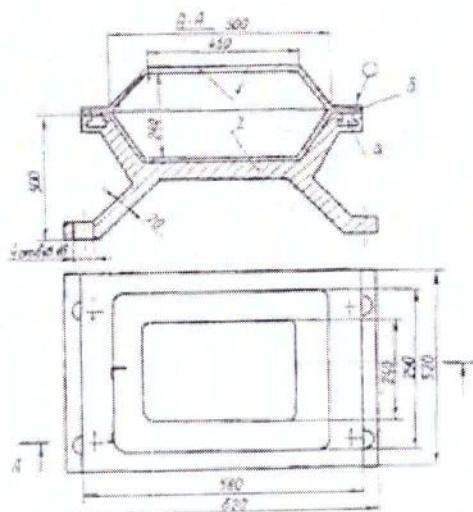

Рис. 9. Учебный узел 9
5. Произвести сварку двух половинок емкости 1 непрерывным герметичным швом (производство – массовое), рис. 9.